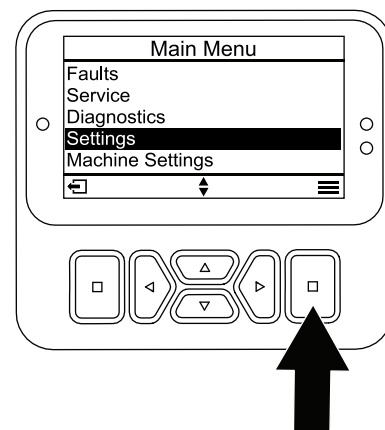

Figure 27
1. Depuis le MENU PRINCIPAL, naviguez jusqu'au menu RÉGLAGES et appuyez sur le bouton de sélection (Figure 27).